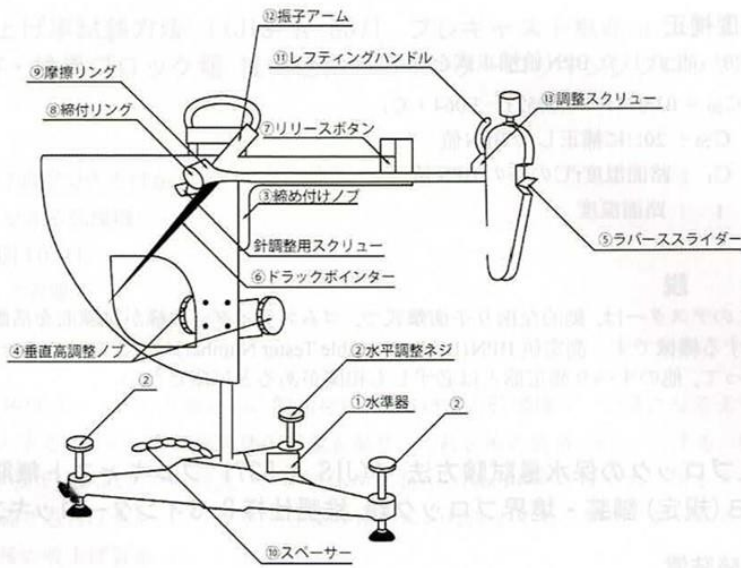

図1 ポータブルスキッドレジスタンステスター
#### ① ポータブルスキッドレジスタンステスター(図1)